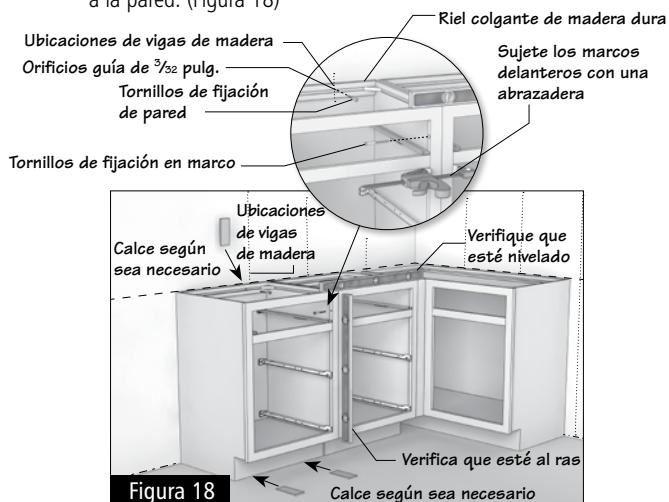

Figura 18
- 6.8** Repita este proceso hasta que todos los gabinetes estén instalados y asegúrese de que cada gabinete quede apoyado en la línea marcada en la pared y esté nivelado y al ras con respecto a los gabinetes adyacentes. Además, asegúrese de atornillar los gabinetes entre ellos en los marcos delanteros antes de atornillarlos a la pared. (Figura 18)